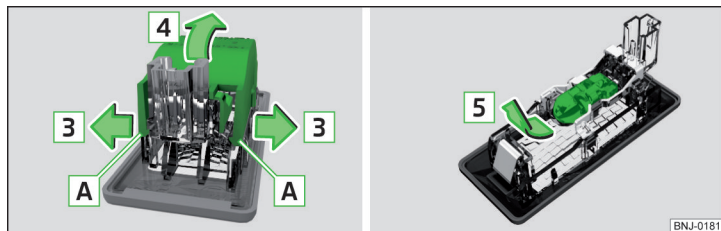

Fig. 215 Demontarea capacului de protecție/înlocuirea becului
- › Desfaceți capacul de protecție lămpii în zona **A**, precum și în sensul săgeții **3** » fig. 215.